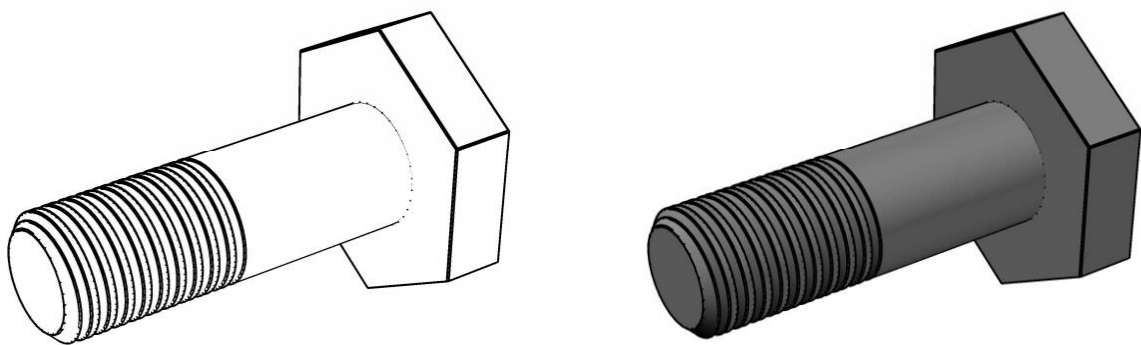

Рис. 1
1. По данному образцу и эскизу (Рис. 1) разработайте технологическую карту (Таблица 1) по изготовлению *болта*;